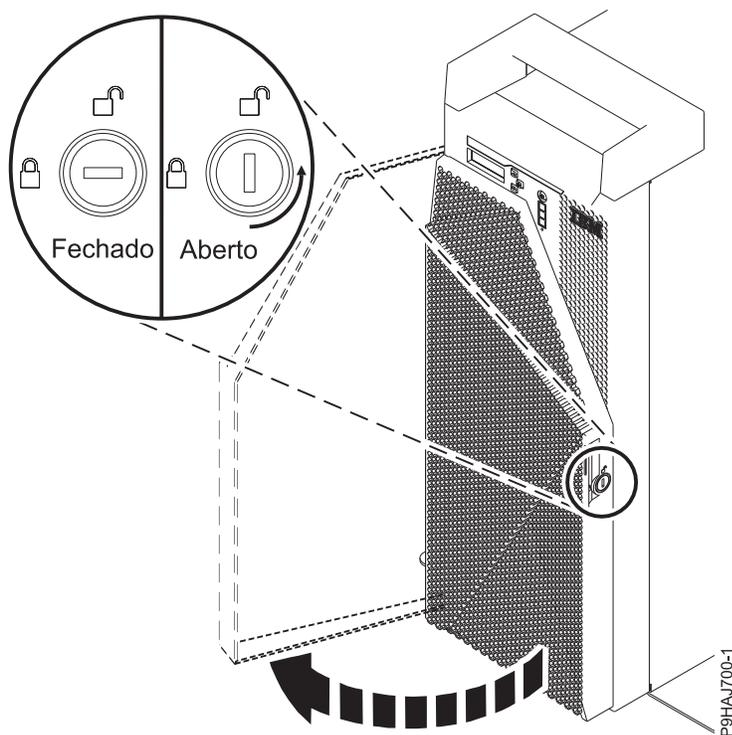

Figura 15. Desbloquear a porta anterior
1. Insira a chave da porta anterior na fechadura conforme apresentado em Figura 15. Rode a chave para a esquerda (no sentido contrário ao dos ponteiros do relógio) para desbloquear a porta. Horizontal está bloqueado; vertical está desbloqueado. Abra a porta anterior.